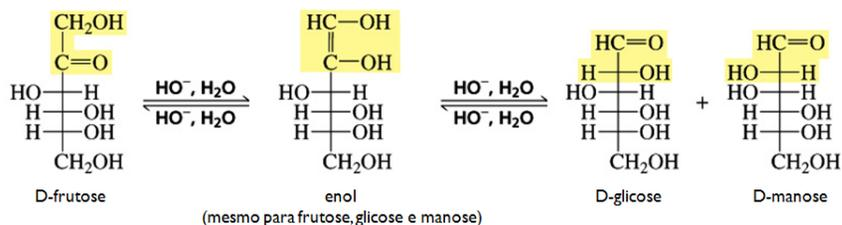

Figura 5 - Isomerização da frutose em meio básico.
O *teste de Fehling* foi desenvolvido pelo químico alemão Hermann von Fehling para diferenciar aldeídos de cetonas. Entretanto acabou tornando-se um reagente geral para açúcares redutores, pois as cetoses sofrem rearranjo e também dão teste positivo (Figura 5). Por muito tempo foi utilizado para identificar a presença de açúcar na urina, com a finalidade de diagnosticar Diabetes. O reagente é composto de duas soluções, a primeira de  $\text{CuSO}_4 \cdot 5\text{H}_2\text{O}$  e a segunda de sal de Rochelle (tartarato duplo de sódio e potássio  $\text{KNaC}_4\text{H}_4\text{O}_6 \cdot 4\text{H}_2\text{O}$ ) em meio básico. O sulfato de cobre (II) reage com a base dando hidróxido, e